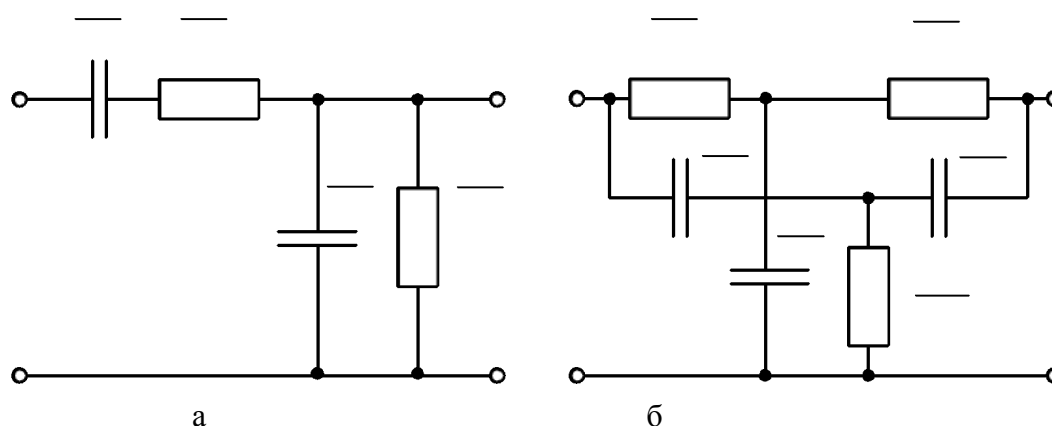

Рис. 1.4. Схемы полосно-пропускающего (а) и полосно-заграждающего (б) фильтров
6) Составить схему полосно-пропускающего фильтра (ППФ) (рис. 1.4, а). С помощью Бод-плоттера определить логарифмические амплитудно- и фазочастотные (ЛАЧХ и ЛФЧХ) характеристики цепи. По графику ЛАЧХ определить центральную частоту пропускания  $f_0$ .
8) Составить схему полосно-заграждающего фильтра (ПЗФ) (рис. 1.4, б). С помощью Бод-плоттера определить логарифмические амплитудно- и фазочастотные (ЛАЧХ и ЛФЧХ) характеристики цепи. По графику ЛАЧХ определить центральную частоту подавления  $f_0$ .